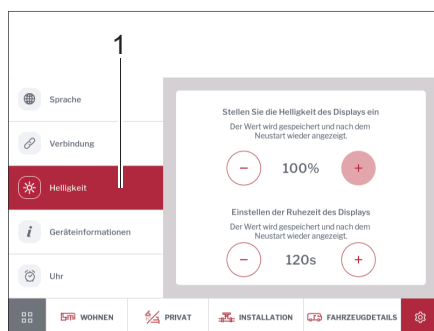

Fig. 293 Luminosità
- Digitare il pulsante *Luminosità* (Fig. 293,1).